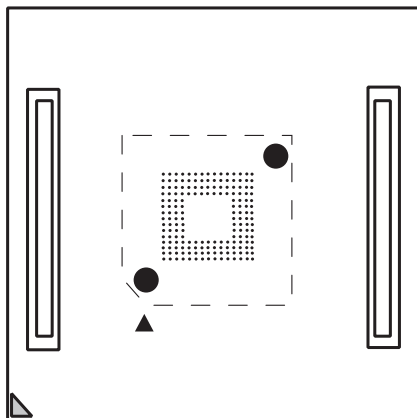

図5 ネジ止め手順2
(3) ICソケットの位置合わせガイドピンを、ユーザシステムのガイド用部品穴に合わせて搭載します。基板のパッドとICソケットが正しく位置合わせされていることを確認してください。
(4) ICソケットの実装
a) ICソケットの外形寸法は実際のICパッケージより大きいので、他の部品の実装範囲については図5を参照してください。